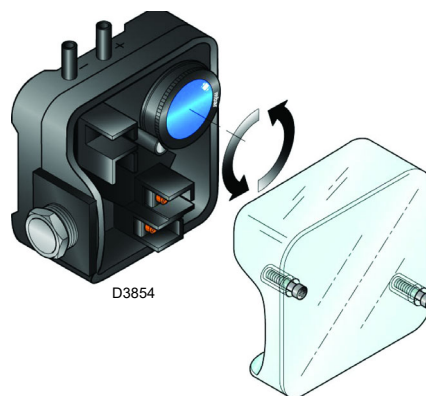

Abb. 26
- Luftdruckwächter auf den Skalenanfangswert einstellen (Abb. 26 auf Seite 26).
Führen Sie die Einstellung des Luftdruckwächters aus, nachdem alle anderen Einstellungen des Brenners bei auf den Skalenanfang eingestellten Luftdruckwächter vorgenommen wurden (Abb. 26).